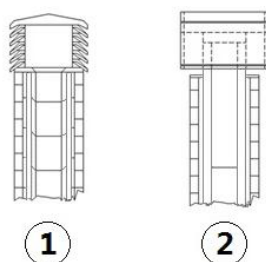

Fig. 3 - Cheminée anti vent
- Il est conseillé de choisir une cheminée de type anti vent, voir **Fig. 3 à page 32**.
- Conduit de fumées extérieur réalisé exclusivement avec des tuyaux en inox isolés, c'est-à-dire avec une double paroi d'un diamètre minimum de $\varnothing 150$ mm: l'ensemble doit bien être fixé au mur. Avec cheminée anti-vent (voir **Fig. 3 à page 32**).